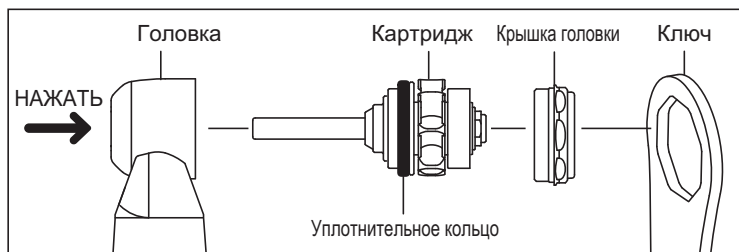

Рис. 6
- Убедитесь, что уплотнительное кольцо (Рис. 6) занимает правильное положение на картридже.